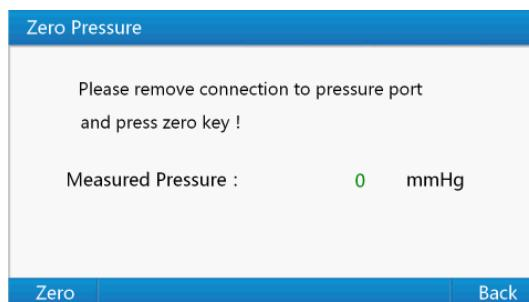

Figura 8 Interfaccia di azzeramento della pressione
- 2) Utilizzare i tasti su o giù all'interno di “**System Setup Menu**” per selezionare “**Zero Pressure**”, quindi premere il “**tasto di Invio**” per accedere all'interfaccia di azzeramento della pressione mostrata nella Figura 8.